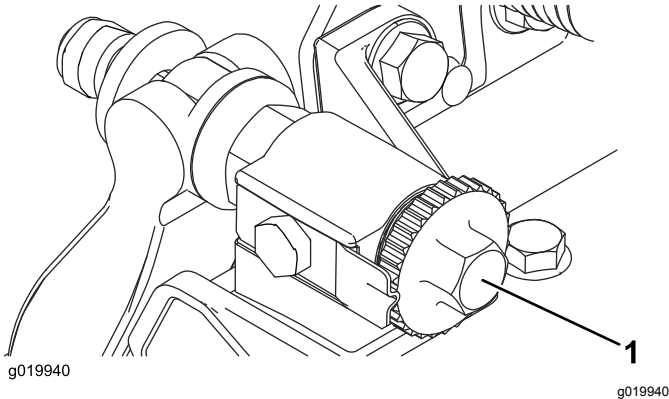

Figura 9
2. Gire los tornillos de ajuste de la barra de asiento en sentido antihorario para asegurarse de que la barra no está en contacto con el molinete (Figura 9).